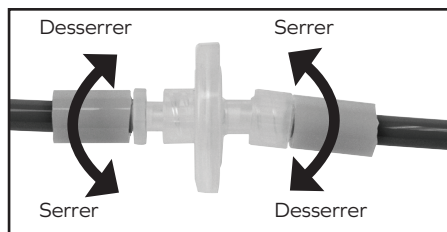

Fig. 5
4. Saisissez la bride du manchon des deux côtés du filtre et tournez dans le sens antihoraire pour déconnecter le filtre (fig. 5).